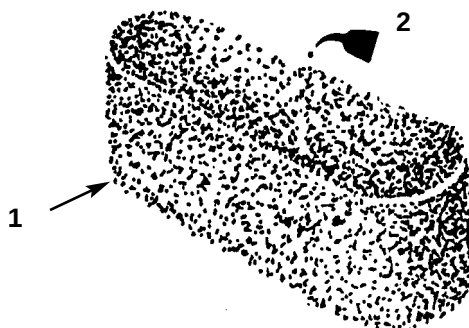

Fig. 31
- C. Kom 30 eller 60 ml olie på elementet (fig. 31). Tryk elementet sammen for at fordele olien.